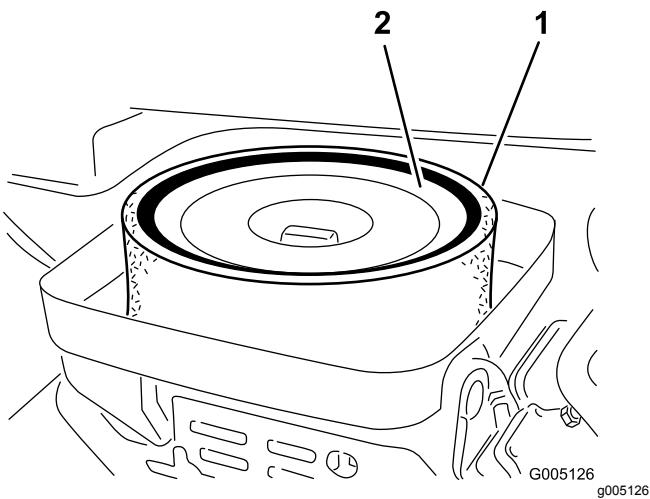

Figura 46
4. Se l'elemento in schiuma sintetica è sporco, rimuovetelo dall'elemento di carta (Figura 46). Pulitelo accuratamente, come indicato di seguito: